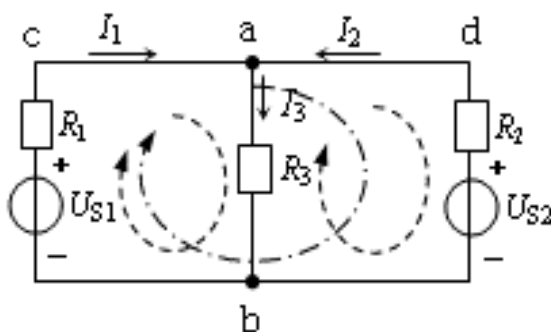

图 1.3.6 例 1.3.1 电路
**例 1.3.1:** 写出图 1.3.6 电路回路方程。